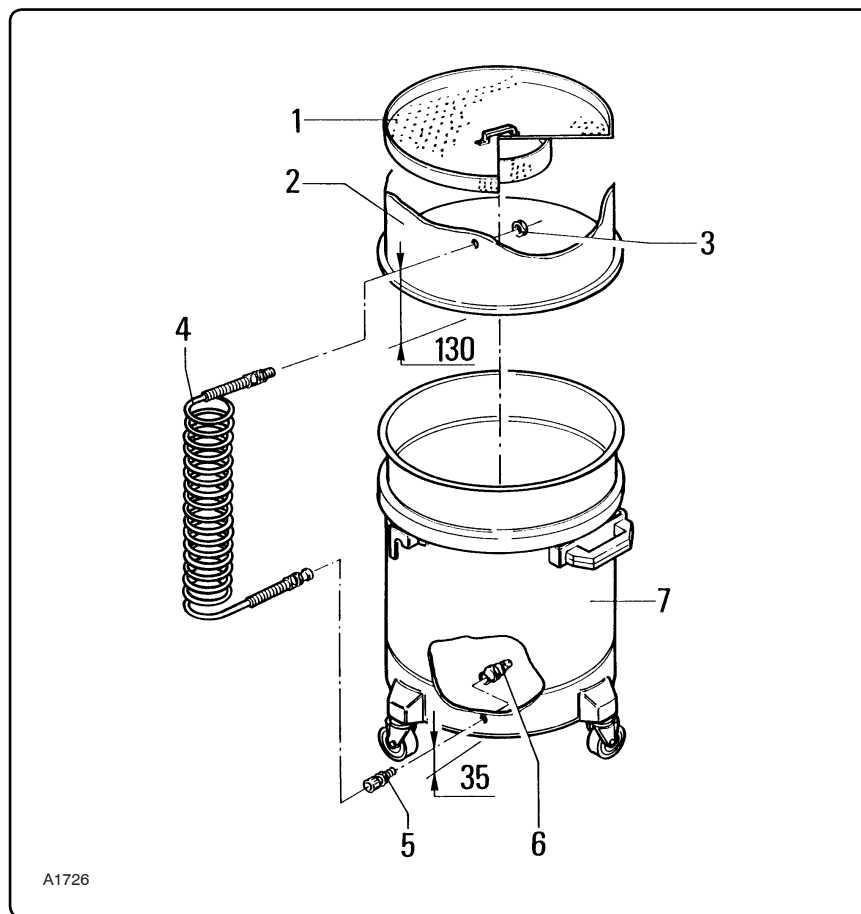

Fig. 6.10.3
6.10.3 - Griglia e depressore (fig. 6.10.3)
6.10.3 - Grille et dépresseur (fig. 6.10.3)
6.10.3 - Rejilla y dispositivo de vacío (fig. 6.10.3)